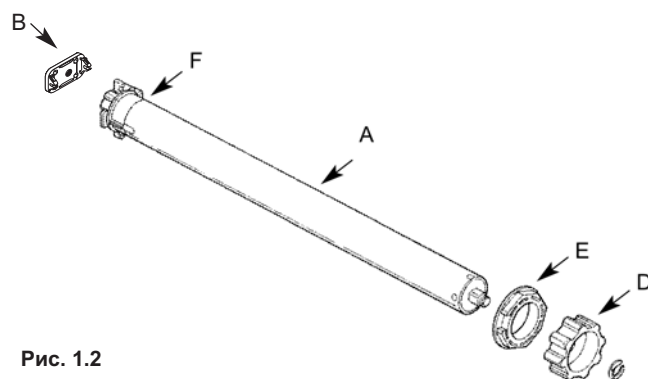

Рис. 1.2
1. Установите кольцо конечного положения (E) на корпус электродвигателя (A), зафиксировав его в кольце холостого хода (F) (рис. 1.2). Убедитесь в том, что оба паза совмещены. Перемещайте до упора, как показано на рисунке 1.3.
3. Вставьте собранный электродвигатель в октагональный вал таким образом, чтобы кольцо конечного положения (E) полностью вошло в вал. Прикрепите адаптер (D) к валу при помощи винта M4x10, чтобы избежать возможного скольжения или осевого смещения электродвигателя (рис. 1.4). Закрепите оголовки двигателя на креплении (B) (рис. 1.2).